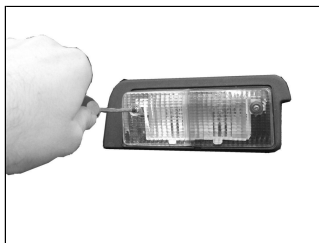

Abbildung 1
- Den Deckel der Leuchte entfernen (Abbildung 1)